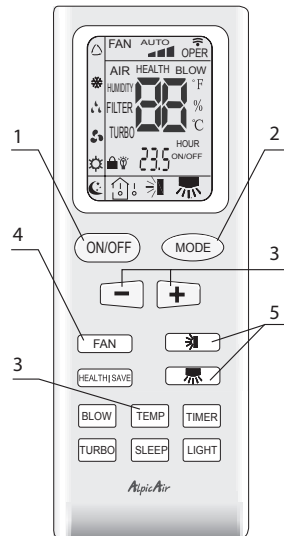

Рис. 4.4
4.4 ПОРЯДОК УПРАВЛЕНИЯ (РИС. 4.4)